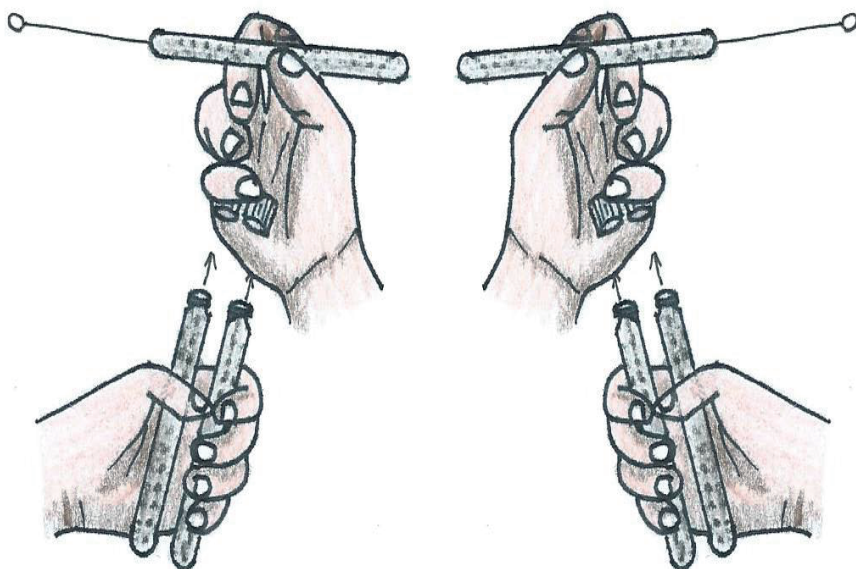

Figura 2. Manipulación de tubos taparrosclas con la mano derecha e izquierda.
9. Si se trabaja con tubos, se debe flamear la boca de estos después de quitarles el tapón y antes de volverlos a tapar, para evitar la formación de aerosoles o la contaminación del contenido del tubo. Durante las siembras, el tubo debe mantenerse en la mano izquierda y el tapón en la mano derecha, sostenido entre el dedo meñique y la palma de la mano, cerca de la llama del mechero, con esta misma mano debe cogerse el asa entre el dedo índice y el pulgar, o viceversa si es zurdo (Figura 2).